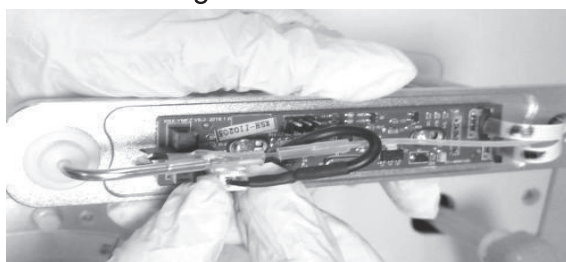

Figura 13-20 Remova o cabo de sinal
3. Remova o cabo de sinal, precisa segurar o braço cruzado de baixo com uma mão, segure o terminal 2P com outra mão, remova o cabo de sinal. Nota, não é possível puxar o cabo de sinal diretamente, para evitar a perda do terminal, como mostrado na Figura 13-20.